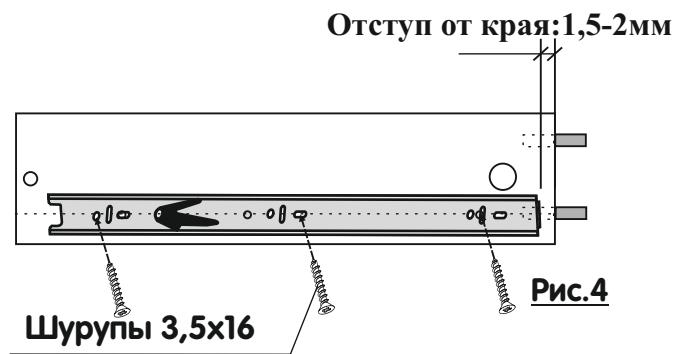

Рис.4
2. Приложить направляющую к каждой боковой стенке ящика так, чтобы центры отверстий направляющей совпали с линией на боковой стенке ящика, выдержав отступ от края, показанные на рис.4.
3. Отступить от переднего края 1,5-2мм , разметить и накернить соответствующие отверстия. Крепить направляющую к каждой боковой стенке ящика шурупами 3,5x16-3шт. (см. рис.4).